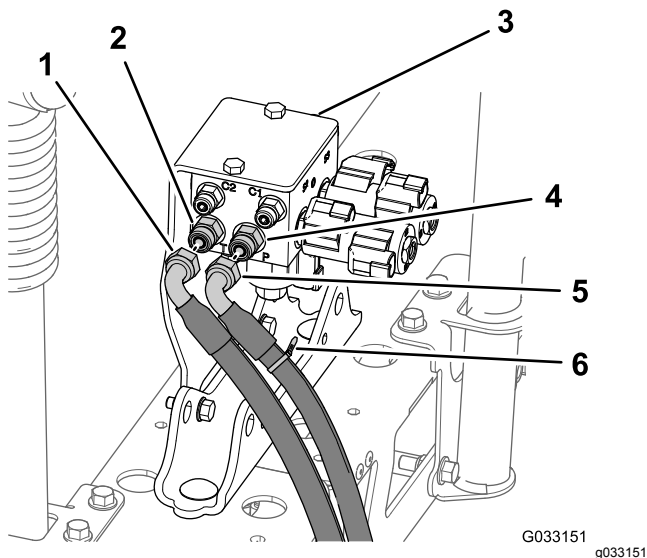

Figure 66
1. Au niveau de l'orifice P du collecteur de levage de rampe, repérez le flexible hydraulique de pression avec un serre-câble (Figure 66).
2. Débranchez les flexibles de pression et de retour hydrauliques du collecteur de levage de rampe (Figure 66).